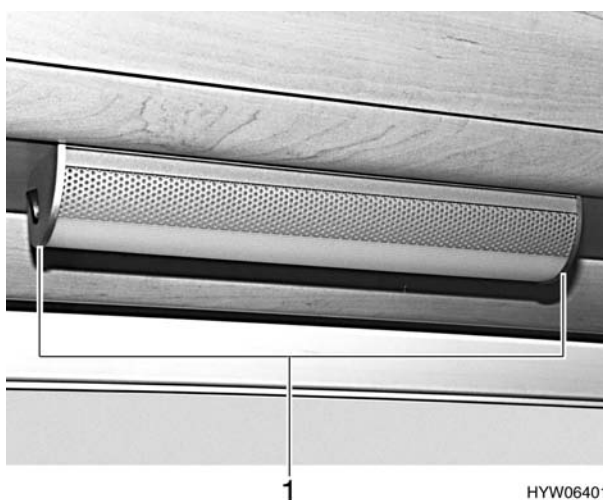

Fig. 102 Plafoniera del vano abitabile
- Premere leggermente verso l'esterno i diaframmi laterali (Fig. 102,1).